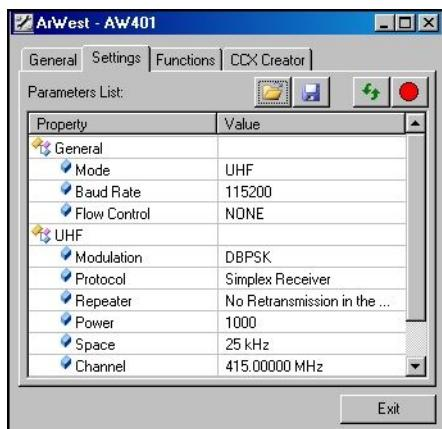

Рис. 3-7. Настройки радиомодема
3. Выберите вкладку Settings, чтобы открыть список настроек модема (см. Рис. 3-7 на стр. 3-6). Содержимое этого списка варьируется в зависимости от модели модема и, возможно, от версии микропрограммного обеспечения.